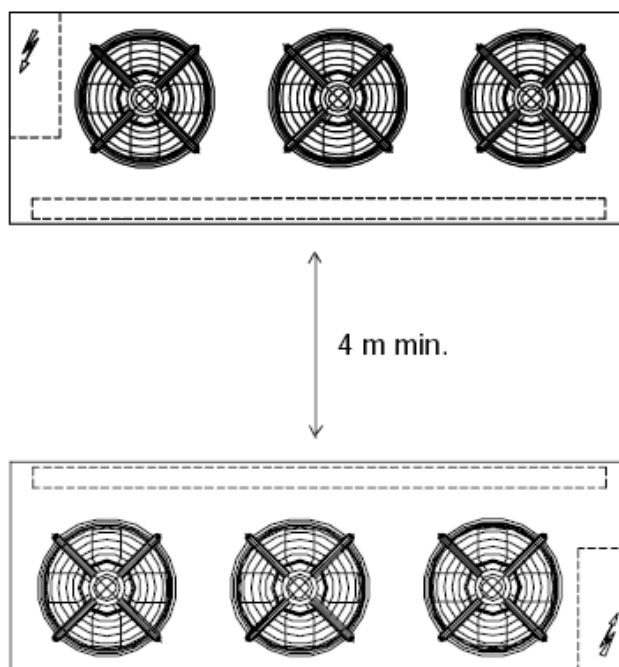

Рис. 4
- при монтаже рядом (напротив): не менее 4 м (рис. 4).